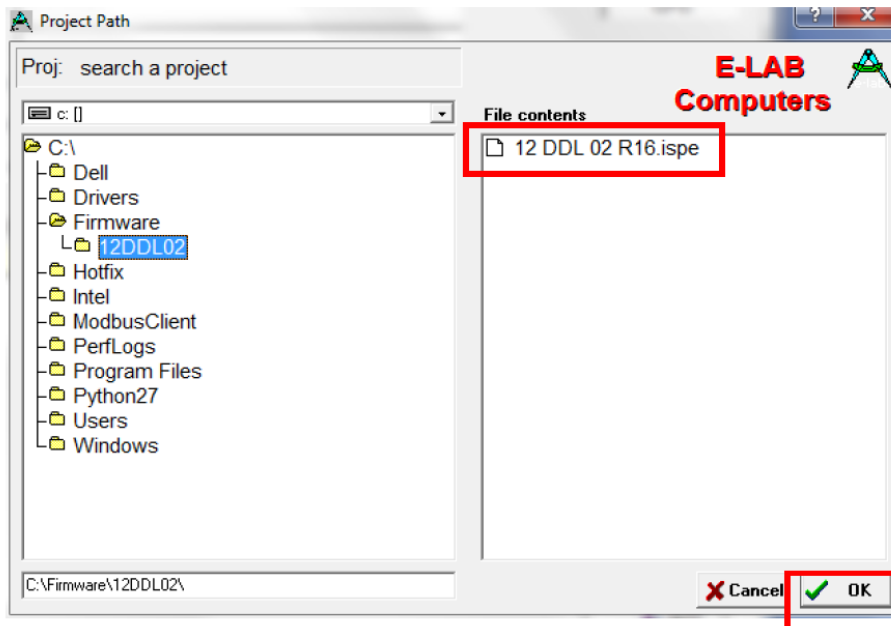

Рисунок 5
2.5 Выберите файл и нажмите «ОК» (рисунок 5).